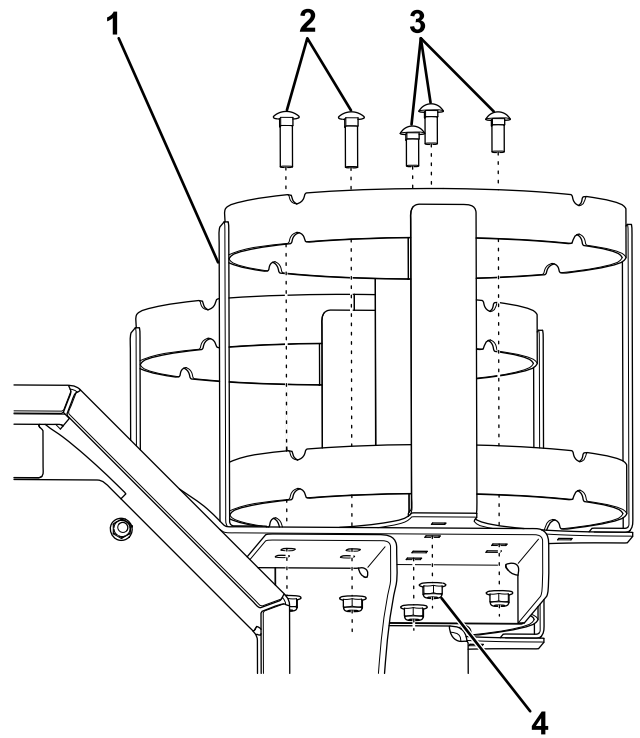

Figure 4
9. Fixez le porte-seau aux supports avec 3 boulons courts, 2 boulons longs et 5 écrous à embase (Figure 4).